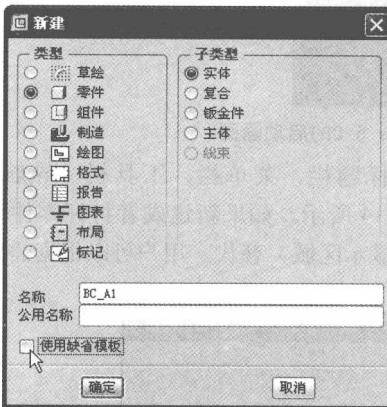
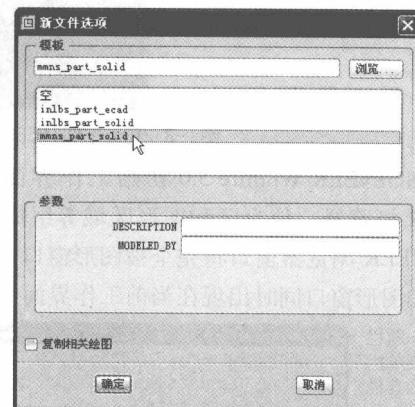

图1-5 “新建”对话框
图1-6 “新文件选项”对话框
- (1) 在菜单栏的“文件”菜单中选择“新建”命令，或者在工具栏中单击“创建新对象”按钮□，弹出“新建”对话框。
- (2) 在“新建”对话框的“类型”选项组中，单击“零件”单选按钮；在“子类型”选项组中单击“实体”单选按钮；在“名称”文本框中输入新文件名为“BC_A1”，取消选中“使用缺省模板”复选框，如图 1-5 所示。
- (3) 单击“新建”对话框的“确定”按钮，弹出“新文件选项”对话框。
- (4) 在“新文件选项”对话框的“模板”选项组中选择“mmns_part_solid”，如图 1-6 所示。